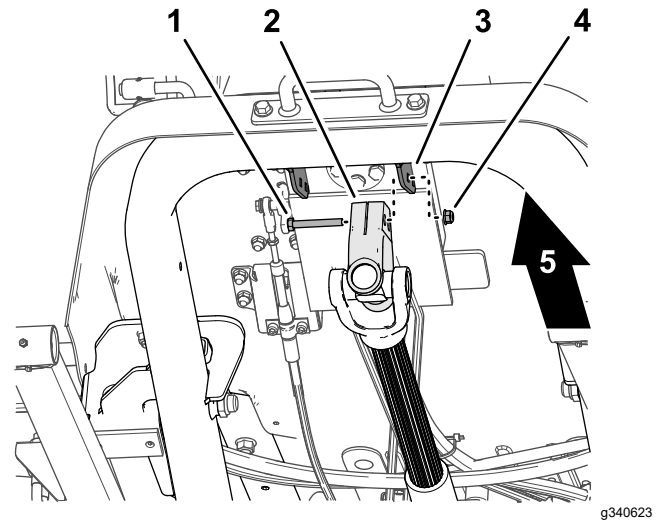

Figura 14
1. Sostenendo l'albero di trasmissione, rimuovete il bullone senza dado e il dado di bloccaggio che fissano la forcella dell'albero di trasmissione alla staffa per il montaggio della valvola del volante (Figura 14), e abbassate con cautela l'albero di trasmissione.